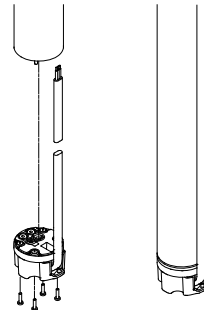

Fig. 7
- Anslut kabelanslutningen till motorns stickkontakt. Kabelanslutningen kan ej monteras fel, se fig. 7.
- Montera och dra åt de fyra skruvarna (1-1,5 Nm), se fig. 7.